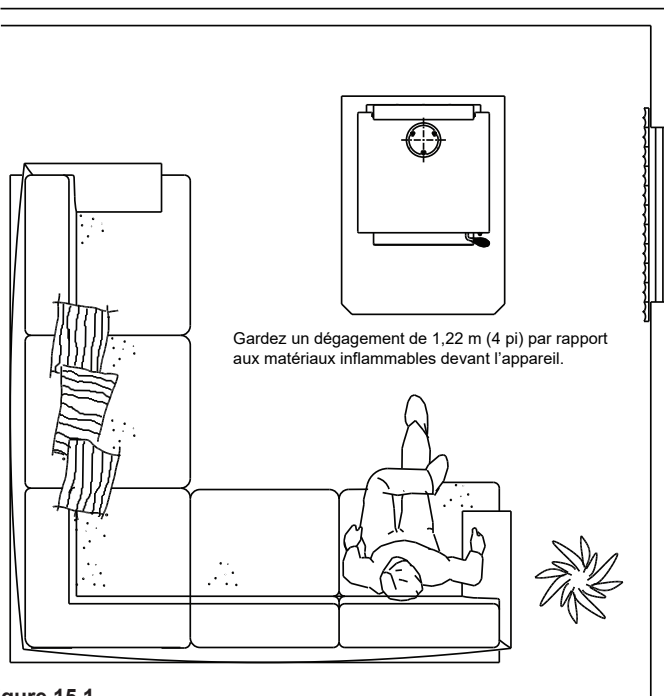

Figure 15.1
Si le ventilateur soufflant se met en marche et s'arrête à des températures indésirables, placez le disque d'arrêt à un autre endroit de la zone désignée à l'arrière de l'appareil (**Figure 15.1**). Un interrupteur ayant priorité sur le disque d'arrêt peut être utilisé pour désactiver ce dernier si nécessaire.
- Ne placez AUCUN objet inflammable à moins de 1,2 m (4 pi) devant l'appareil (**Voir la figure 15.1**).